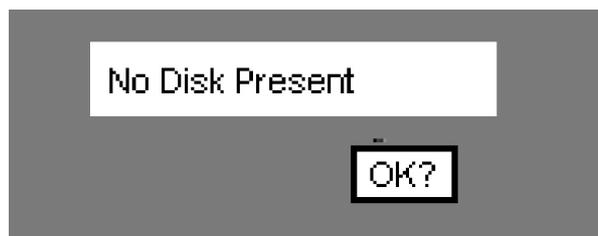

Bild 3-18 Dialogfenster, Beispiel
D. Dialogfenster - Dialogfenster erscheinen kurzzeitig. Sie überlagern alle anderen Fenster, um den Anwender über ein Problem oder das Ende einer Hintergrundoperation zu informieren. Es erwartet eine Antwort; meist einen Druck der Taste **OK?** zum Quittieren. Bild 3-18 zeigt ein Beispiel.